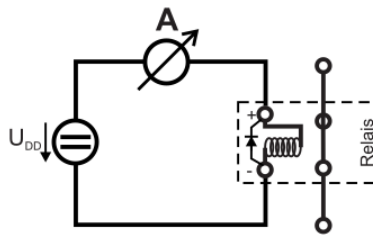

Abbildung 5.1: Aufbau: Relais mit konstanter Versorgung
2. Bauen Sie die Schaltung aus Abbildung 5.1 bestehend aus dem Relais und dem Multimeter zur Strommessung auf.